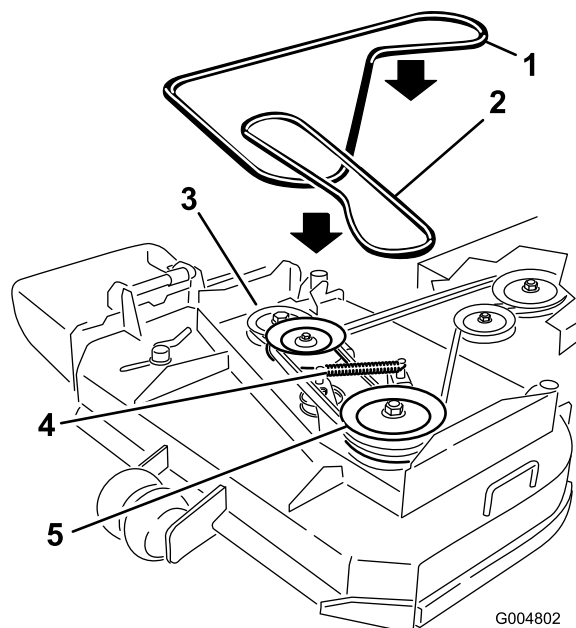

Bild 44
6. Haken Sie die Spannscheibenarmfeder aus, um die Feder am Spannscheibenarm und der Spannscheibe zu entspannen. Entfernen Sie dann den abgenutzten Mähwerkriemen (**Bild 44**).
7. Verlegen Sie den neuen Mähwerkriemen um die zwei äußeren Spindelriemenscheiben, die Spannscheibe und in der unteren Rille der Doppelspindel-Riemenscheibe (**Bild 44**).
8. Befestigen Sie die Feder des Spannscheibenarms (**Bild 44**).
10. Stellen Sie die Riemenführung auf einen Abstand von 3 mm zum Riemen ein (**Bild 44**).